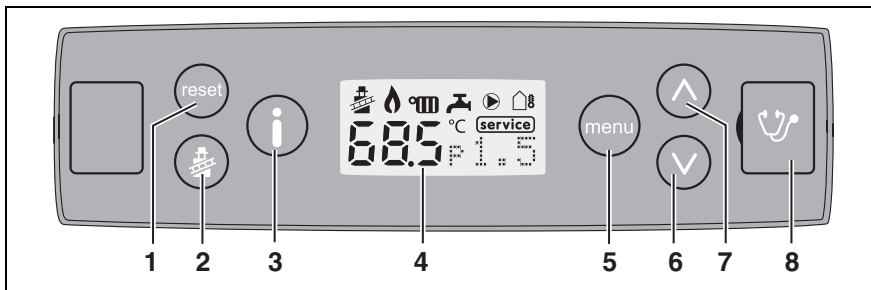

fig. 6 Bedieningspaneel
Resettoets “” (fig. 6, pos. 1)
Schoorsteenveger-toets “” (fig. 6, pos. 2)
Infotoets “” (fig. 6, pos. 3)
Display (fig. 6, pos. 4)
Menutoets “” (fig. 6, pos. 5)
Pijl naar boven/pijl naar beneden toetsen “/” (fig. 6, pos. 6 en 7)
Service Connector “” (fig. 6, pos. 8)